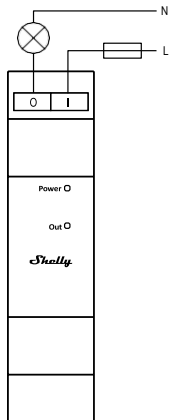

Fig. 1
Posizionare Shelly Pro 3EM con lo Shelly Switch Add-on collegato sulla guida DIN Fig. 4(A) e inserire la staffa di montaggio doppia in dotazione Fig. 4(B) per fissare i dispositivi collegati alla guida DIN. È ora possibile procedere al collegamento dei cavi come mostrato in Fig. 1.
Ahora puede proceder a conectar los cables como se muestra en la imagen 1.